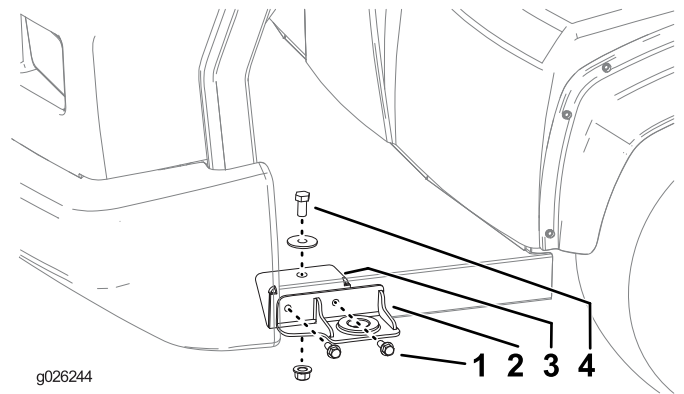

図 22
3. 図 22 のように、前部用ブラケット内部用と外部用を左右それぞれの側に取り付けるボルト 3/8 インチ 2 本、ナット 3/8 インチ 2 個、ボルト 1/2 インチ 1 本、ワッシャ 1 枚、ナット 1 個 1/2 インチを使用する。